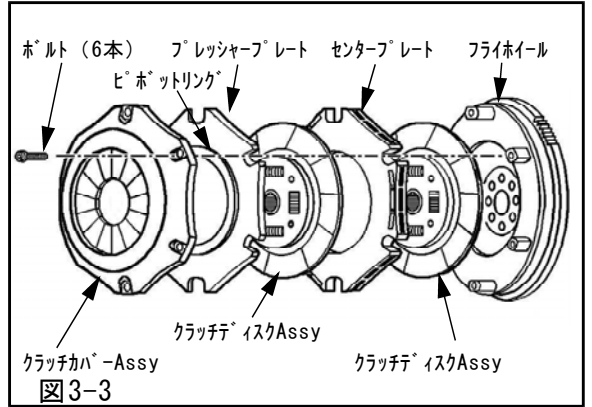

図3-3
- (3) フライホイールフェイス面およびセンタープレート、プレッシャープレートの摩擦面を脱脂してください。
- (4) 図3-3に示す様にそれぞれの順番とバランス取りペイントを同一箇所に合わせて取付ける形となりますので確認しておいてください。クラッチディスクAssyには向き (PUT THIS SIDE TO WARD T/M) が刻印されていますので、この刻印をトランスミッション側に向け取付けてください。間違った組付けを行いますと、正常に機能しませんので、十分な確認をしてから取付けを行ってください。(図3-3)